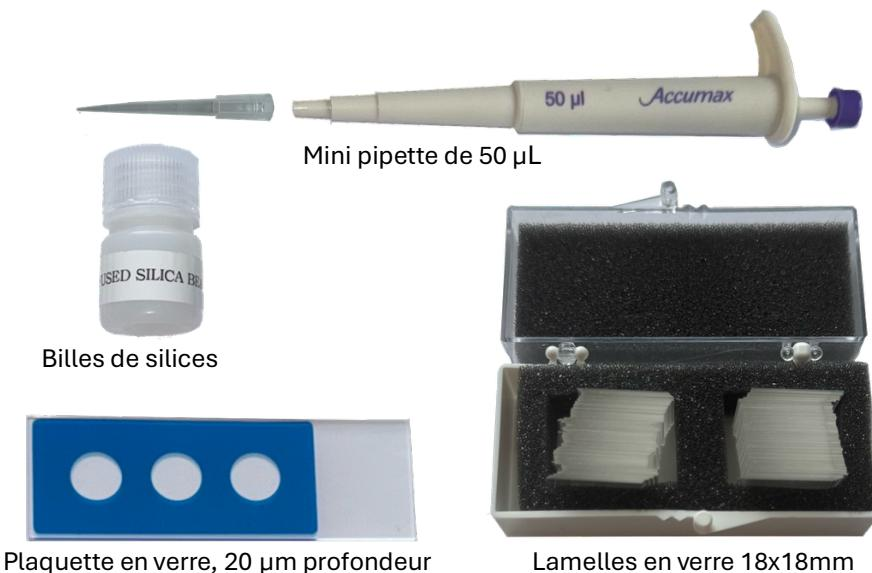

Figure 7 - Matériel pour l'expérience "Trap a beam"
- Prendre dans la boîte « Sample Preparation Système » le matériel suivant (voir Figure 7) :